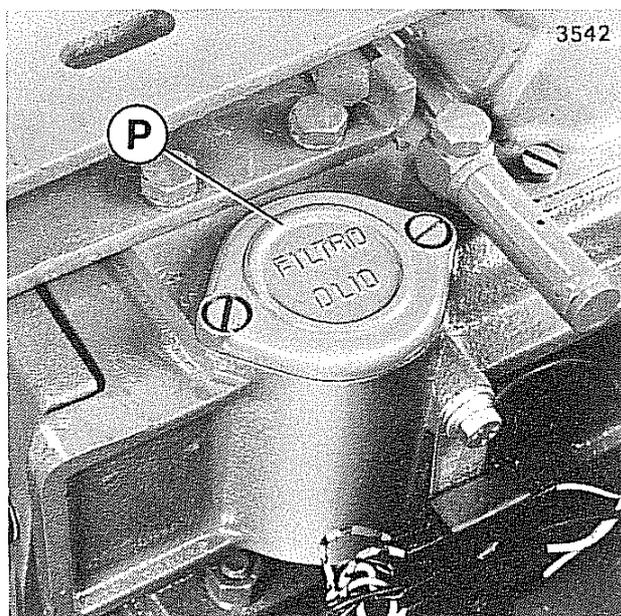

Fig. 32 - Filtro olio idraulico nel sollevatore.
- Togliere il coperchio **P** (fig. 32) e sfilare il filtro.